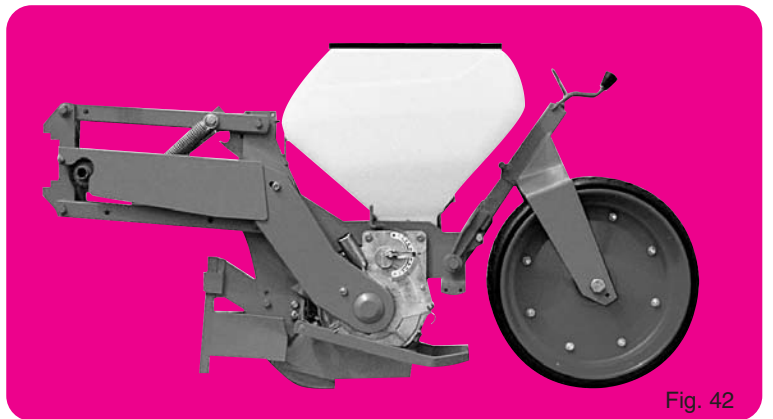

Fig. 42
- Roue tasseuse arrière plate autonettoyante 500 x 175 (fig. 42) avec raclettes intermédiaires longues, pour terrains souples et sableux.
- 500 x 175 self-cleaning flat rear press wheel (fig. 42) with long intermediate scrapers for soft, sandy ground
- Heckglatrolle selbstreinigend 500 x 175 (Abb. 42) mit langen Zwischenabstreifern, für weichen und sandigen Boden.